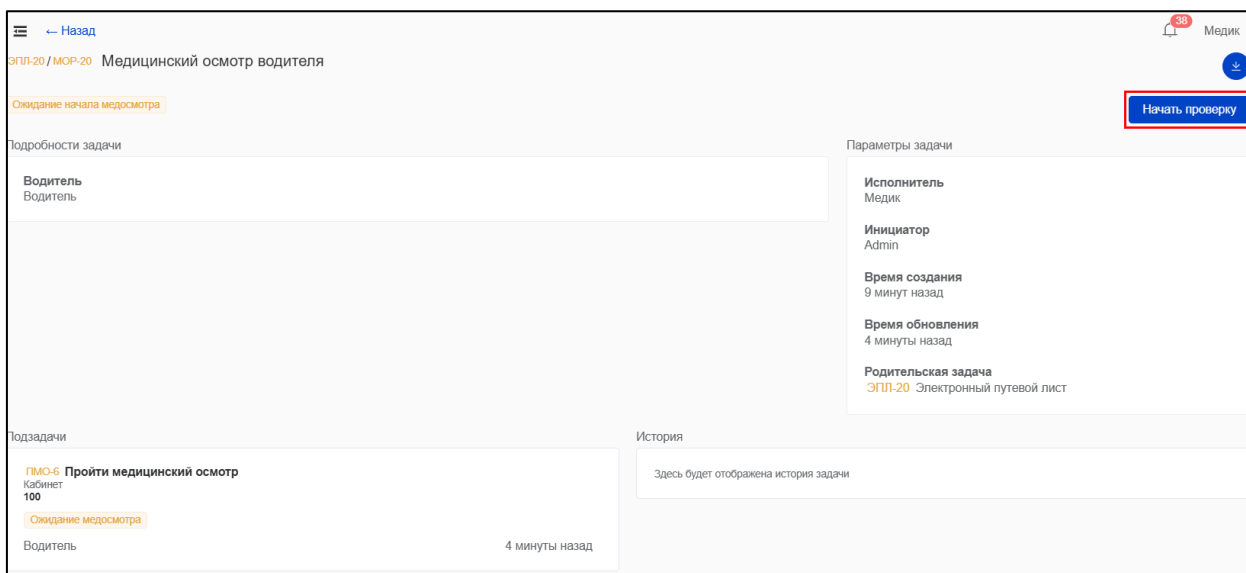

Рисунок 62 – Кнопка «Начать проверку»
3) Для начала проверки водителя нажать кнопку «Начать проверку» в списке задач или в интерфейсе задачи (Рисунок 62).